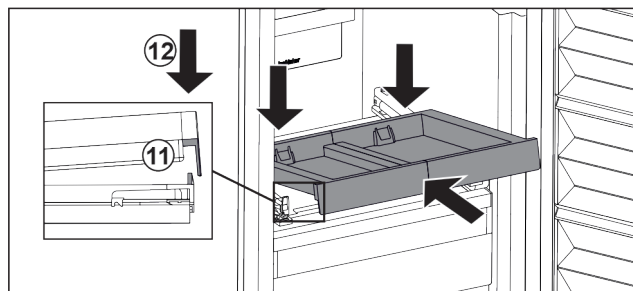

Fig. 27
- ▶ Inșerați-l oblic. Aveți în vedere ca opritorul să fie în spatele lamei pe ambele părți. Fig. 27 (11)
- ▶ Depuneți raftul extractibil în față. Fig. 27 (12)